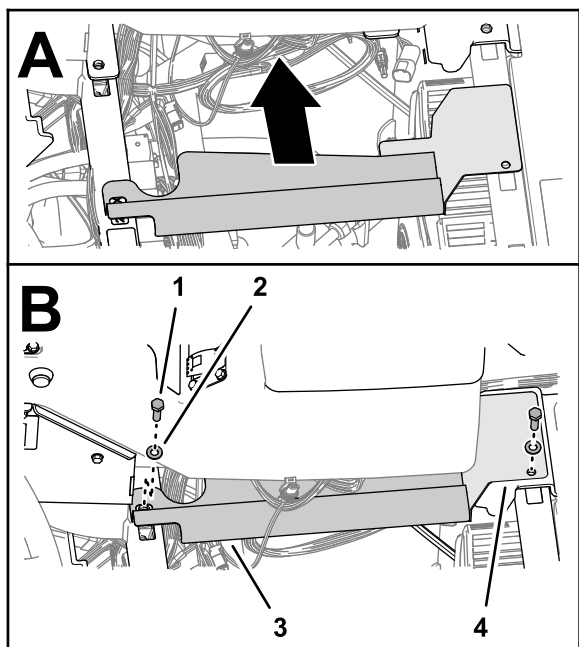

Figura 250
7. Alinee el orificio de la tapa inferior de la consola con el orificio del tubo de sujeción del amortiguador, y el orificio de la tapa del extremo de la consola con el orificio del tubo transversal (Figura 250).
8. Sujete las tapas a los tubos (Figura 250) con 2 tornillos (5/16" x 1") y 2 arandelas (5/16").